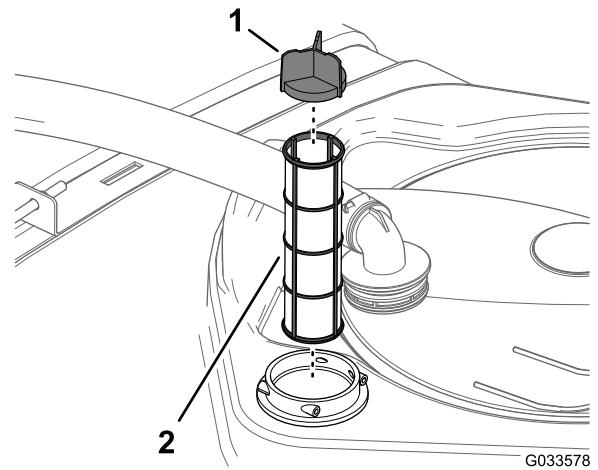

Bild 14
4. Ziehen Sie das Saugsieb aus dem Filtergehäuse im Behälter (**Bild 14**).